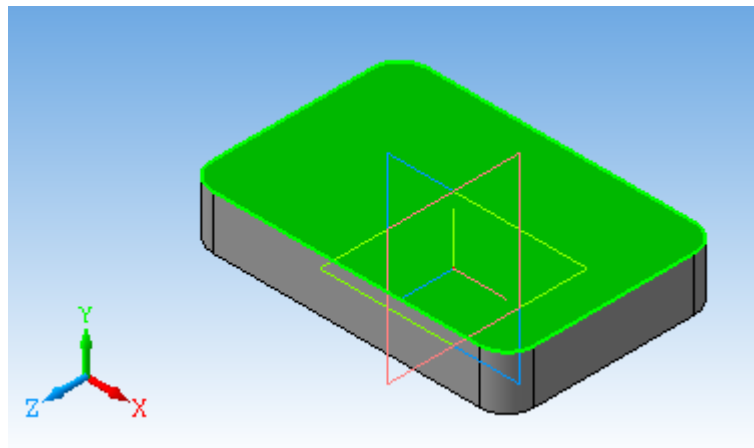

Рис. 8.4
6. Клацнути лівою кнопкою миші по горизонтальній площині створеної основи (рис. 8.4).